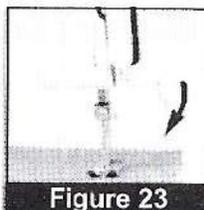

Figure 23
3. Baje el pie de presser en el tejido. (Figure 23) Seleccione una pauta de puntada. Asegúrese de que el interruptor del poder está EN. Baje la aguja en el tejido. Presione en el control de pie y empiece la costura. La velocidad de coser depende de la presión aplicada a la raqueta: el más duro aprieta, la más rápida la aguja mueve. Indique el tejido suavemente con sus manos.